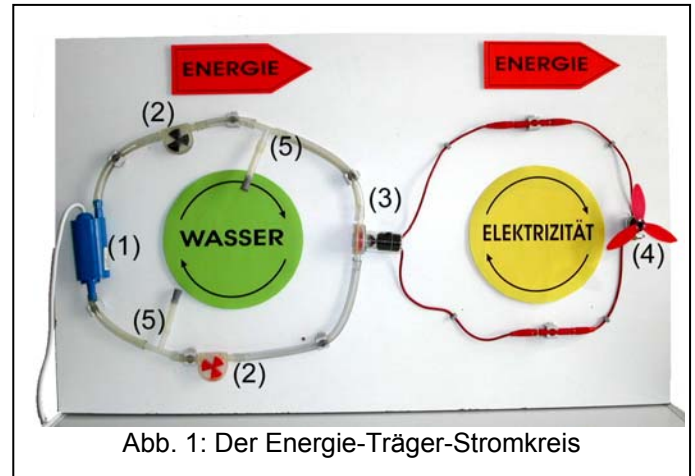
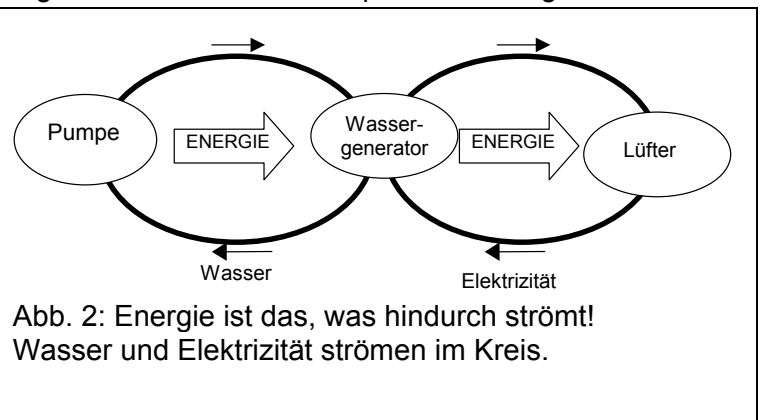
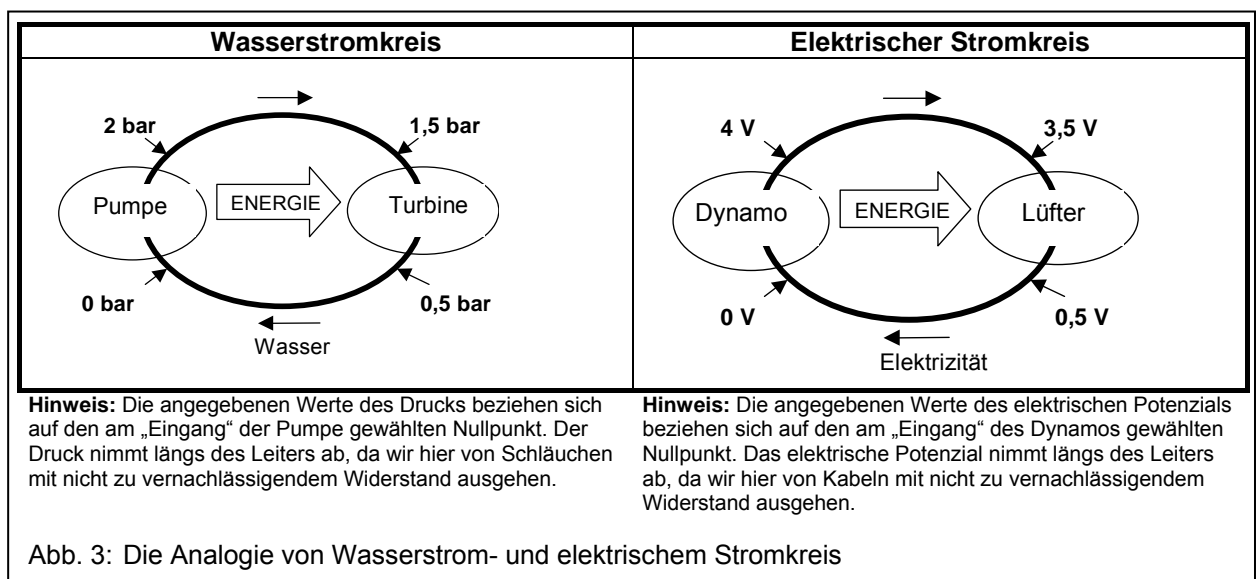

Abb. 1: Der Energie-Träger-Stromkreis
Abb. 2: Energie ist das, was hindurch strömt!
Abb. 3: Die Analogie von Wasserstrom- und elektrischem Stromkreis
Energie strömt nie allein, bzw. wird nie allein ausgetauscht, sondern immer mit einer zweiten physikalischen Größe zusammen. Diese zweite Größe kennzeichnet die „äußere Erscheinungsform“ des Energietransports. Um die Energie klar von den begleitenden Größen zu unterscheiden, wurde der in Abbildung 1 dargestellte Versuchsaufbau [4] entwickelt, durch den die Schülerinnen und Schüler diesen Unterschied bildhaft erleben können: Eine mit einem Netzgerät verbundene Pumpe (1) treibt Wasser an, das Wasser einen „Wassergenerator“ (3) und dieser einen elektrischer „Lüfter“ (4). Da ein Propeller zum Antrieb Energie benötigt, kann der „Weg“ der Energie zurückverfolgt werden: sie kommt vom „Wassergenerator“, von der Pumpe, vom Netzgerät bzw. von einem Kraftwerk,.... Die Energie ist das, was durch alle Stationen hindurch geht. Dies wird durch die Energiepfeile symbolisiert (Abb. 2). Auf diese Weise wird der „Erhaltungsaspekt“ der Energie betont. Das Wasser und die Elektrizität nehmen dagegen *andere Wege*: sie strömen im Kreis. Deshalb werden zwischen Pumpe und Turbine *zwei* Schläuche, zwischen Generator und Lüfter *zwei* Kabel benötigt. Dass die Energie und die zweite am Energietransport beteiligte physikalische Größe *unterschiedliche*
Fragen wie: „Worin unterscheidet sich eigentlich das Wasser in Abbildung 1 vor und nach dem Wassergenerator?“ „Worin unterscheidet sich die Elektrizität vor und nach dem Lüfter?“ führen zu den Begriffen „Druck p “ und „elektrisches Potenzial ϕ “. Beide physikalische Größen haben eine analoge Bedeutung: sie geben an, wie viel Energie von dem jeweiligen Energieträger transportiert wird. Ihre Differenz Δp bzw. $\Delta \phi$ gibt an, wie viel Energie in einem System vom Wasser bzw. von der Elektrizität aufgeladen, bzw. abgeladen wird. In der angegebenen Literatur wird ausführlich dargelegt, wie diese im Anfängerunterricht bildhaft eingeführten Konzepte im weiterführenden Unterricht immer weiter geschärft und präzisiert werden können. In Abbildung 3 und 4 ist das Energie-Träger-Konzept übersichtsartig zusammengefasst.